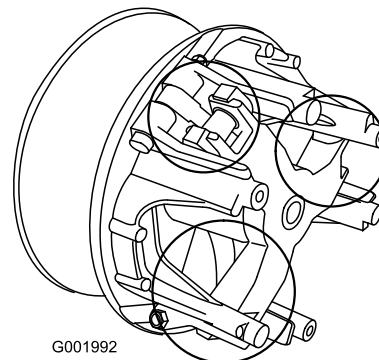

Figura 59
5. Lubrifique as peças móveis nas áreas assinaladas com um círculo em Figura 59 utilizando o Dry Lubricant Spray da Toro, disponível no revendedor ou distribuidor autorizado Toro.